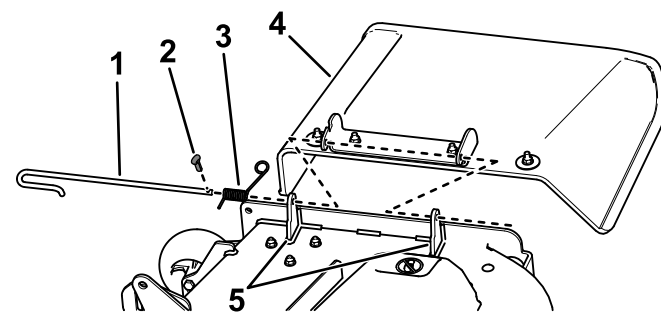

Figura 5
2. Decuplezi arcul din canelura suportului pentru deflector și îndepărtezi cuiul spintecat (doar pentru modelele CE), apoi glisai tija în afara suporturilor sudate pe punte, a arcului și a deflectorului de evacuare (Figura 5).
3. Îndepărtezi deflectorul (Figura 5).